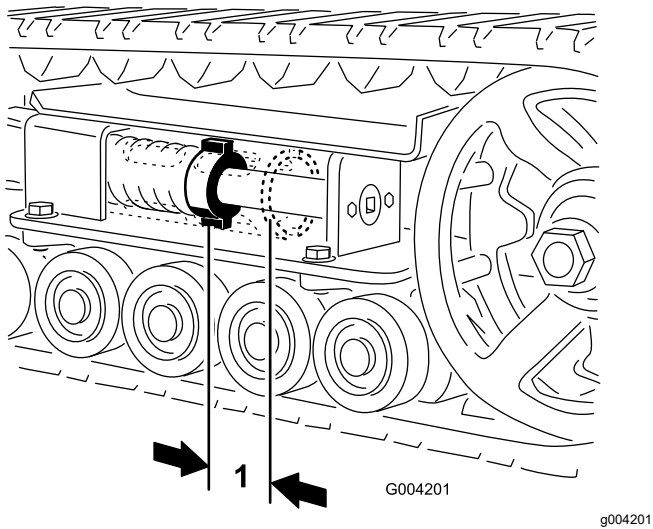

Figura 46
Debe haber una holgura de 7 cm entre la tuerca tensora y la parte de atrás del tubo tensor (Figura 46). Si no es así, ajuste la tensión de las orugas usando el procedimiento siguiente:
5. Usando una llave de carraca de ½", gire el tornillo tensor en sentido antihorario hasta que la distancia entre la tuerca tensora y la parte de atrás del tubo tensor (Figura 46) sea de 7 cm.
- Gire el tornillo tensor en sentido antihorario hasta que la distancia entre la tuerca tensora y la parte de atrás del tubo tensor (Figura 46) sea de 7 cm.
18. Gire el tornillo tensor en sentido antihorario hasta que la distancia entre la tuerca tensora y la parte de atrás del tubo tensor (Figura 46) sea de 7 cm.